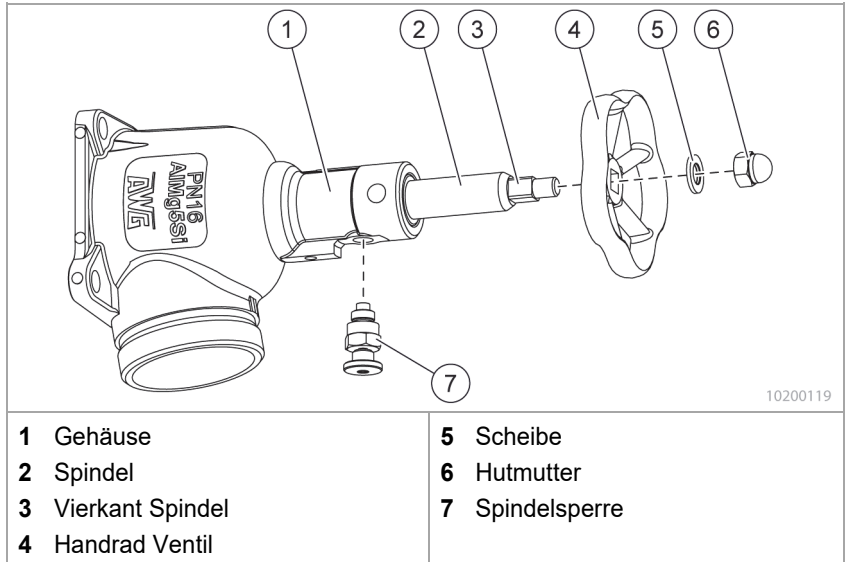

Fig. 3 Spindel ausbauen
2. Die Hutmutter (Fig. 3/6) abschrauben, die Scheibe (Fig. 3/5) und das Handrad (Fig. 3/4) abnehmen.
3. Die Baugruppe Spindelsperre (Fig. 3/7) vollständig aus dem Gehäuse (Fig. 3/1) herausschrauben.
4. Die Spindel vollständig mit einem passenden Schlüssel am Vierkant (Fig. 3/3) nach unten aus dem Gehäuse herausdrehen.